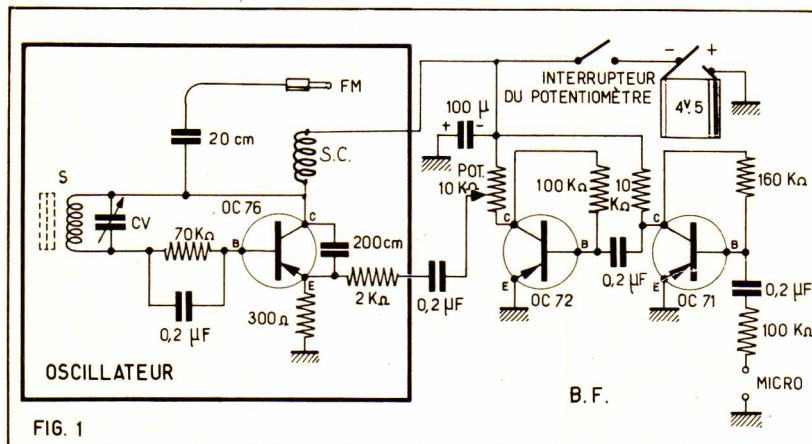

FIG. 1
Il convient de savoir quel est le signe du signal de luminance Y. Pour cela il suffit de se reporter à la figure 1 et tenir compte de l'orientation de la détectrice vision D_1 . Le signal HF ou MF vision amplifiée avant la détection se présente avec les signaux de luminance correspondant à 0 % d'amplitude et ceux de synchro correspondant à 100 %. Comme la sortie de D_1 s'effectue sur l'anode, le signal VF correspond à l'enveloppe inférieure du signal MF, donc à une luminance positive et à des impulsions synchro de lignes comme indiqué par l'oscillogramme O1. Passons au montage de la figure 3 qui représente deux étages VF. Celui avec Q_2 , transistor à effet de charge, monté en « source commune » donc sortie sur le drain, est inverseur, ce qui donne une polarité négative de la luminance, indiquée par l'oscillogramme O2, sur le drain de Q_2 et, également sur la base de Q_3 .
Montage (fig. 1)
Le réglage de la longueur d'onde émise se fait grâce au condensateur variable CV (fig. 1) qui permet de se placer entre 170 et 250 m de longueur d'onde. Une pile de poche suffit pour l'alimentation qui n'absorbe que de 3 à 3,5 milliampères.
- 1 condensateur variable (c.v. fig. 1) diélectrique mica 250 cm (genre poste à galette... plat et peu encombrant).